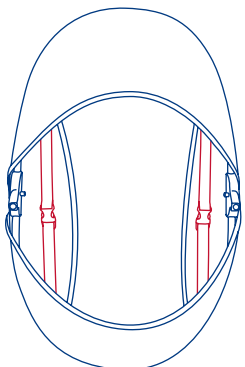

Fig. 9
- 9) • Secure the seat pad to the frame by fastening the Velcro straps and buckles on the back of the seat pad. (Fig. 9)
- Sujete la almohadilla de la sillita al armazón abrochando las seis tiras de Velcro de las parte trasera de la almohadilla de la sillita. (Fig. 9)